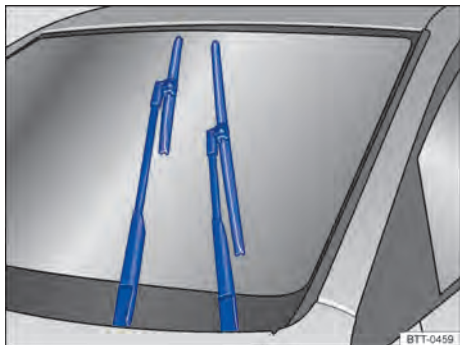

Fig. 130 Limpiaparabrisas en posición de servicio.
En la posición de servicio se pueden levantar los brazos de los limpiaparabrisas. Para poner los limpiaparabrisas en posición de servicio → fig. 130, proceder de la siguiente manera:
- Antes de suspender los brazos de los limpiaparabrisas, colóquelos en posición de servicio → fig. 130.
Tenga en cuenta en los limpiaparabrisas: coloque los brazos de los limpiaparabrisas en posición de servicio antes de doblarlos hacia afuera → fig. 130.
– Antes de suspender los brazos de los limpiaparabrisas, colóquelos en posición de servicio → fig. 130.